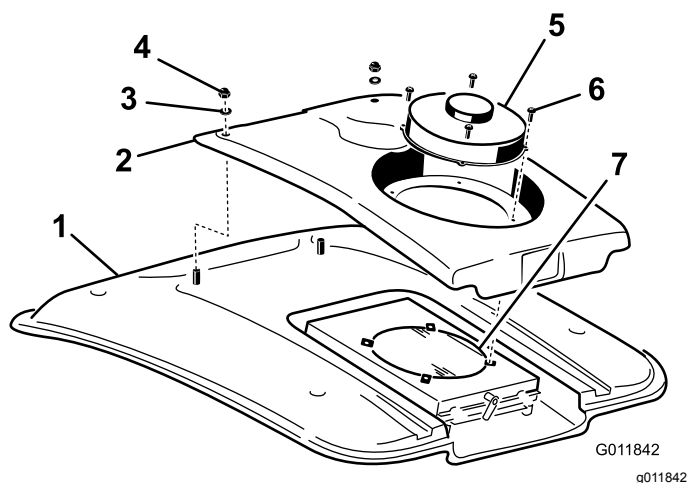

Figura 114
2. Retire los 4 tornillos que sujetan el ventilador y la tapa del condensador al soporte del ventilador (Figura 114).
4. Retire las dos tuercas y arandelas que sujetan la parte delantera de la tapa del condensador al techo de la cabina (Figura 114).
8. Limpie a fondo el condensador del aire acondicionado con aire comprimido (Figura 114).